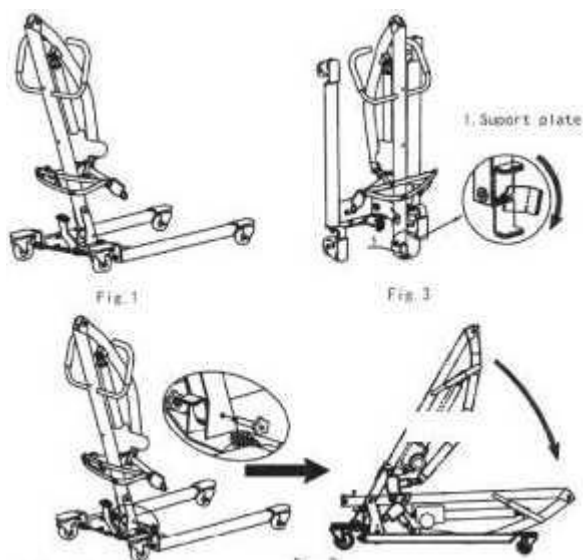

Fig.14 Schéma de pliage du châssis du mécanisme élévateur
- Le schéma de pliage du cadre est illustré à la figure 14.